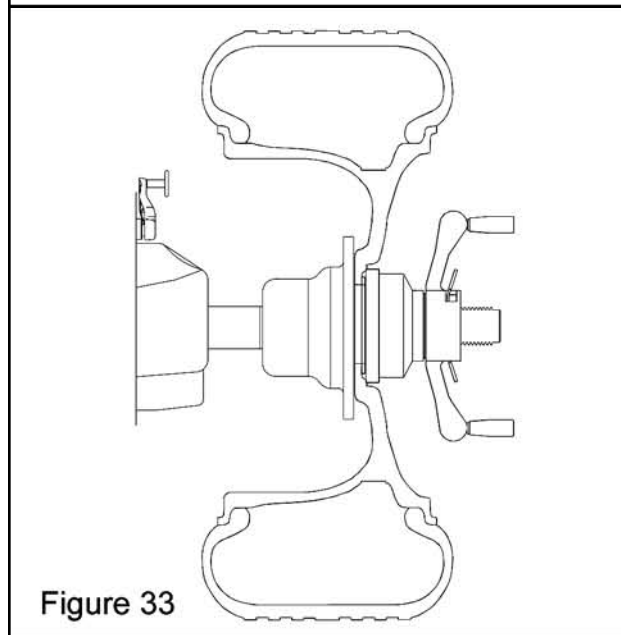

Figure 33
- Monter un ensemble pneu/roue équilibré sur l'arbre. Voir la figure 33.